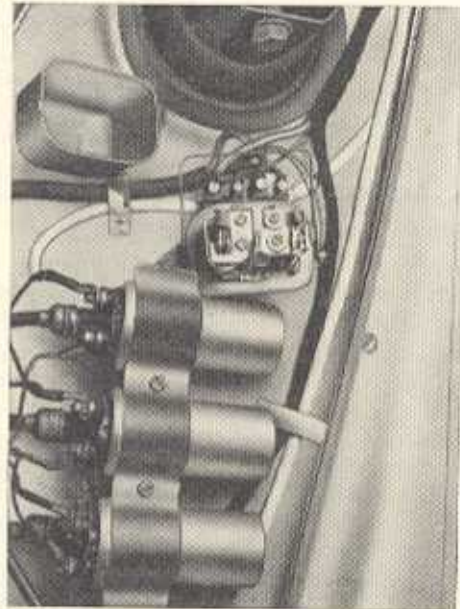
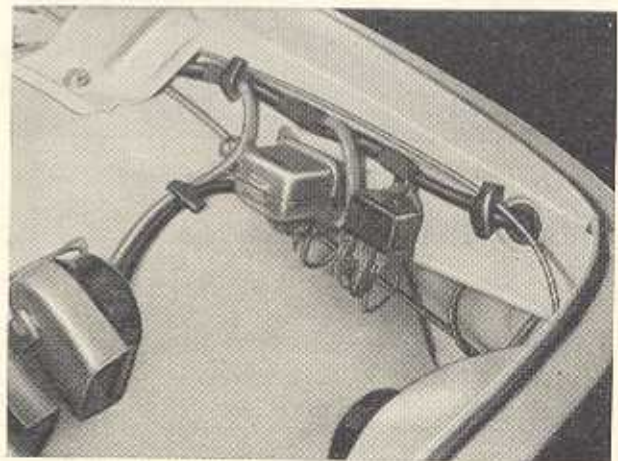

Bild M 72. Regler für Baumuster 312
Bild M 73. Reglerlage am Baumuster 353
1. Der Regler ist am linken Motorseitenschutz angebracht (Baumuster 312: Bild M 72, Baumuster 353: Bild M 73). Er ist temperaturkompensiert. Alle seine Klemmen sind mit einer zusätzlichen Hülse für die Halterung des Kabels auf der Isolation ausgerüstet. Er hat einmal die Aufgabe, die Spannung der Lichtmaschine auf ihrem Sollwert zu halten, zum anderen entsprechend der Lichtmaschinen-spannung die Batterie zu- und abzuschalten.